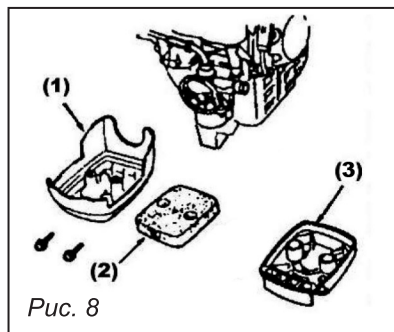

Рис. 8
9.1. Воздушный фильтр (рис. 8).